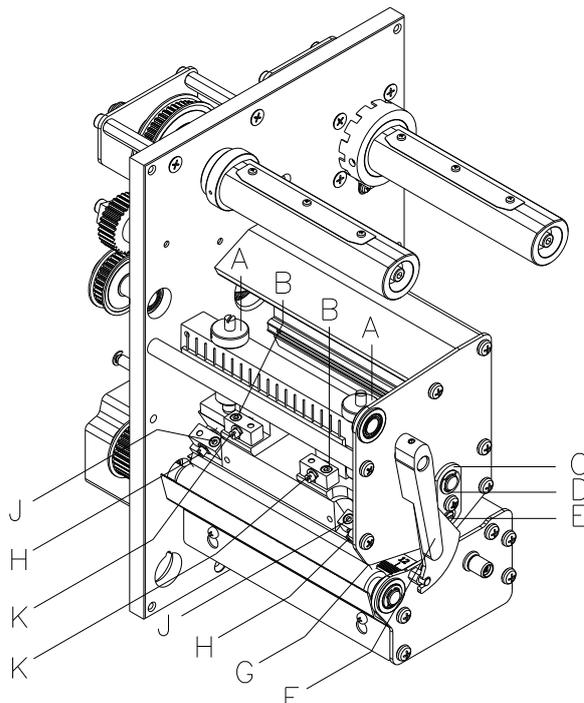

Abbildung 12
Falls nach Einstellen der Parallelität kein gleichmäßig starker Druck über die gesamte Druckbreite vorliegt, kann mit dem Stellblech (C, Abbildung 12) ein Ausgleich wie folgt geschaffen werden:
1. Schraube (D, Abbildung 12) ca. $\frac{1}{4}$ Umdrehung lösen.
2. Exzenterbolzen (E, Abbildung 12) drehen, um einen Druckausgleich zu schaffen und solange nachstellen, bis ein gleichmäßiges Druckbild vorliegt.
3. Schraube (D, Abbildung 12) wieder anziehen.
1. Andruckschrauben (A, Abbildung 12) drehen, um den Druckkopfdruck zu verändern.
2. Drehen der Andruckschrauben (A, Abbildung 12) bis an den Anschlag im Uhrzeigersinn ergibt eine Andruckerhöhung von 10N gegenüber der Werkseinstellung.
3. Drehen der Andruckschrauben (A, Abbildung 12) genau eine Umdrehung vom Rechtsanschlag gegen den Uhrzeigersinn, ergibt die Werkseinstellung.